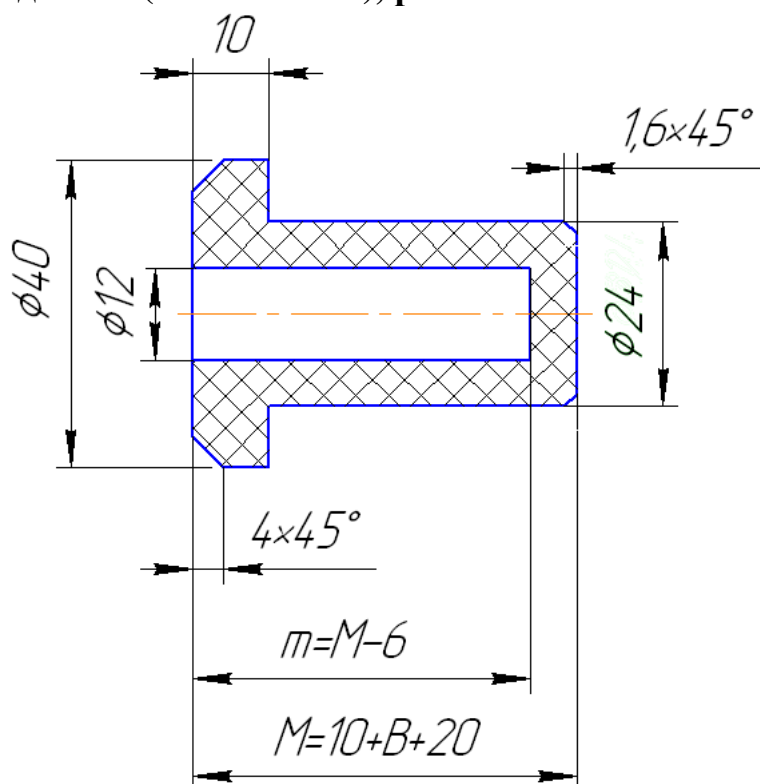
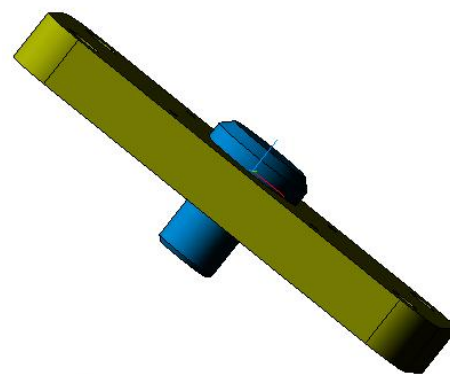

Рис. 72
Рис. 86
**Задание.** По данным моделям-заготовкам (основание, плита, крышка) выполните пространственную сборочную модель и спецификацию. Выполните деталь «Втулка», рис. 72. Пример приведен на рис. 38, 71, 73, 74. Данные на детали и сборочные изделия приведены в спецификации, рис. 37. Скопируйте модели-заготовки и сохраните их под именами согласно табл. 5.
4. Выполните деталь «Втулка», рис. 72, способом «Добавление детали на месте».
- 6) Выполните цилиндрическое отверстие  $\varnothing 12$  операцией Вырезать выдавливанием  на расстояние «40» ( $m=M-6$ ), рис. 72.
- 7) Выполните фаски согласно чертежу, рис. 72 (рис. 86), скрыв деталь «Основание».